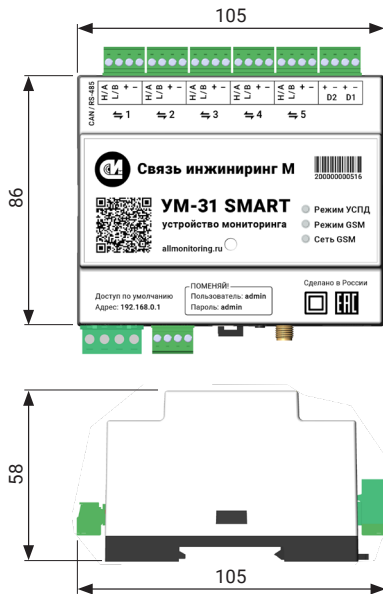
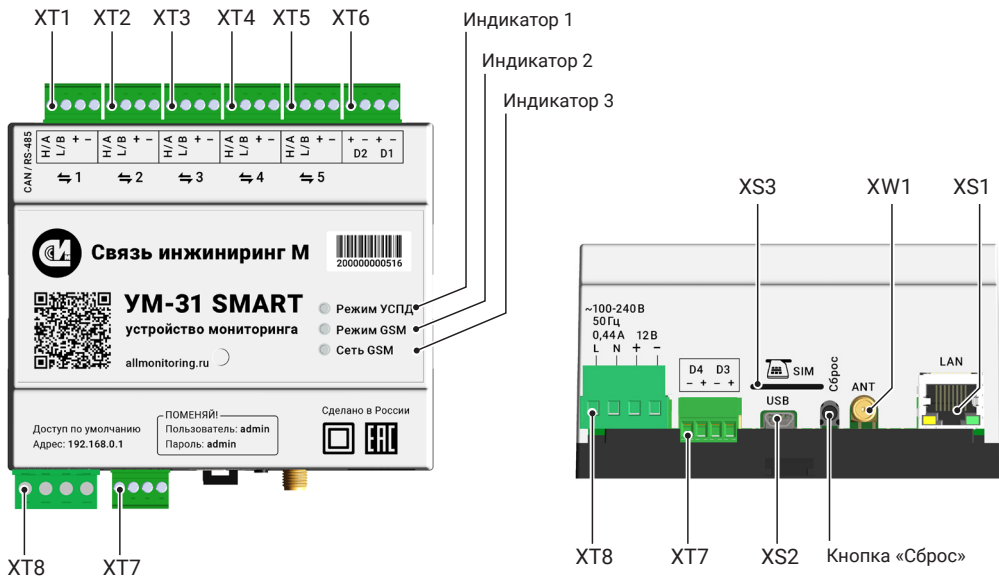

Рисунок 1. Габаритные размеры устройства
Рисунок 2. Расположение клеммников, индикаторов и кнопок на корпусе устройства
- 6.5 Подсоедините устройство к сети переменного тока, в соответствии с обозначением и описанием контактов клеммников (см. Рисунок 2 и Таблицу 1). Подключение к сети переменного тока рекомендуется производить проводом ПВЗ сечением $0,5 \text{ мм}^2$ или $0,75 \text{ мм}^2$ через автоматический выключатель (категории А) 2 А. Нумерация контактов клеммников слева направо, линия на рисунке указывает на первый контакт клеммника. Подсоедините устройство к резервному источнику постоянного тока, в соответствии с обозначением и описанием контактов клеммников (см. Рисунок 1 и Таблицу 1). Подключение к сети постоянного тока рекомендуется производить проводом ПВЗ сечением $0,5 \text{ мм}^2$ или $0,75 \text{ мм}^2$.
- 6.8 Подайте на устройство питание. На передней панели устройства должен засветиться индикатор «Режим УСПД» (см. Рисунок 2), что свидетельствует о готовности устройства к работе.